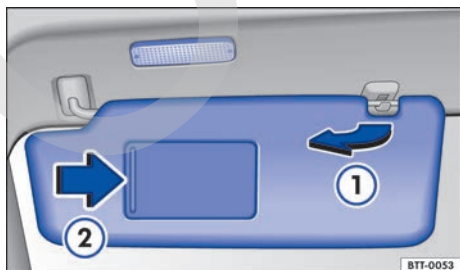

Fig. 65 Parasol.
- Extraer del soporte y girar en dirección a las puertas → fig. 65 ①.
En la parte posterior del parasol se encuentra un espejo de cortesía provisto de una tapa. Al abrir la cubierta → fig. 65 ② se enciende una luz.